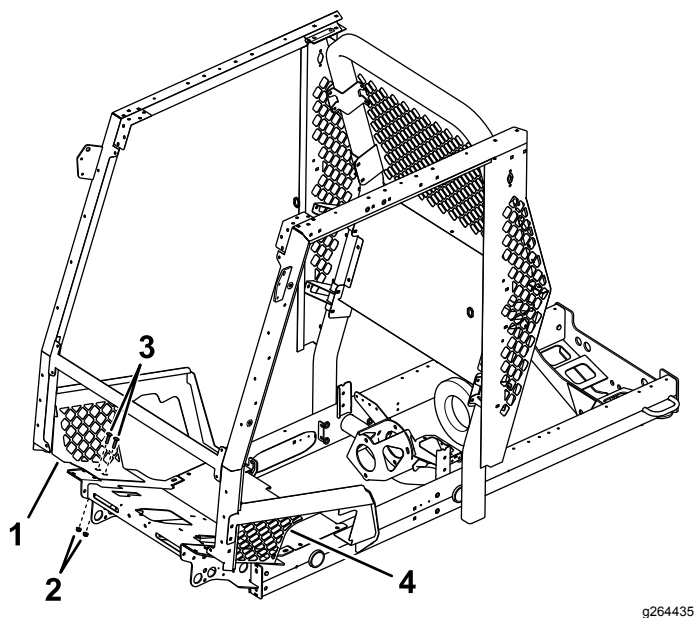

Figura 3
5. Utilize parafusos de carroçaria (3/8 pol. x 7/8 pol.) e porcas flangeadas (3/8 pol.) e os parafusos fornecidos com a unidade de tração e kit de extensão do ROPS de duas colunas para instalar o painel inferior esquerdo e o painel inferior direito (Figura 3).
inferior esquerdo e do painel inferior direito (Figura 3).